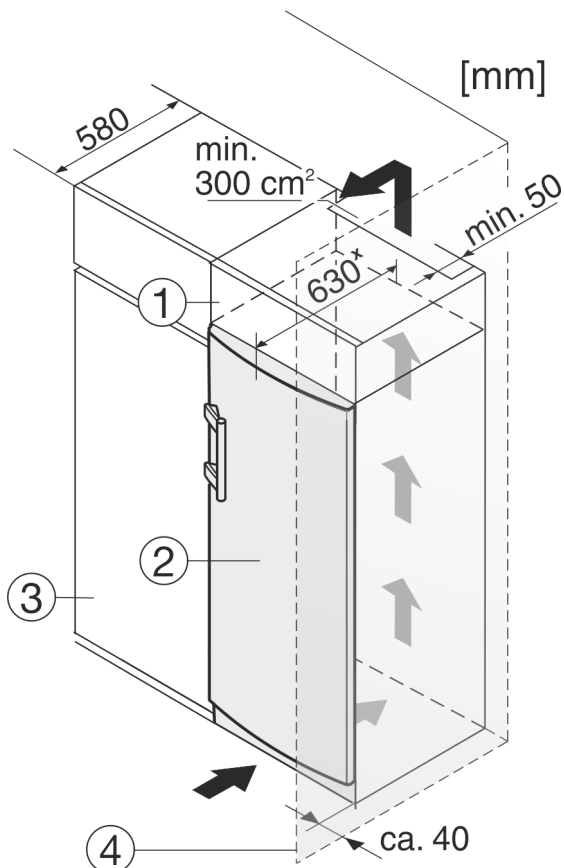

Fig. 10
- (1) Opbouwkast (3) Keukenkast
(2) Apparaat (4) Wand
Het apparaat kan in keukenkasten worden ingebouwd. Om het apparaat Fig. 10 (2) aan de hoogte van het keukenblok aan te passen, kan boven het apparaat een opzetkast Fig. 10 (1) worden aangebracht.
Bij een ombouw met keukenkasten (diepte max. 580 mm) kan het apparaat direct naast de keukenkast Fig. 10 (3) worden opgesteld. Het apparaat steekt er zijdelings 34 mm * en in het apparaatmidden 50 mm * ten opzichte van de keukenkastfront uit.
Als het apparaat met de scharnieren naast een wand Fig. 10 (4) wordt geplaatst, moet de afstand tussen het apparaat en de wand minimaal 40 mm bedragen. Dit komt overeen met de uitsteekmaat van de handgreep bij geopende deur.